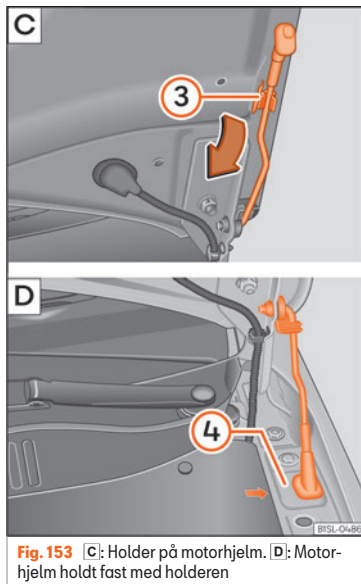

Fig. 153 [C]: Holder på motorhjelmm. [D]: Motorhjelmm holdt fast med holderen
• Tag holderen ud af fastgørelsen »» Fig. 153 (3) på motorhjelmm i pilens retning, og sæt den ind i den åbning (4) (pil), der er beregnet til det.